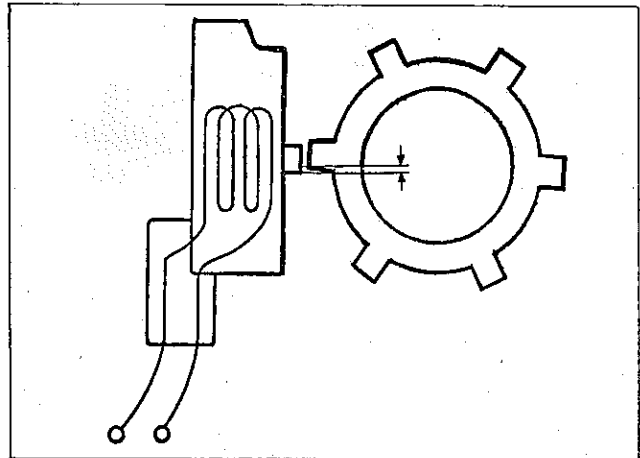

図5-62 デイストリビュータ セット位置
- (4) 図5-62のように、シグナル ロータの歯がシグナル ゼネレータの歯と対抗した直後にハウジングをセットし、セット ボルトを取り付ける。
- (5) ロータ カバー、キャップを取り付け、取りはずした部品を取り付ける。
- (6) 点火時期の調整をする。